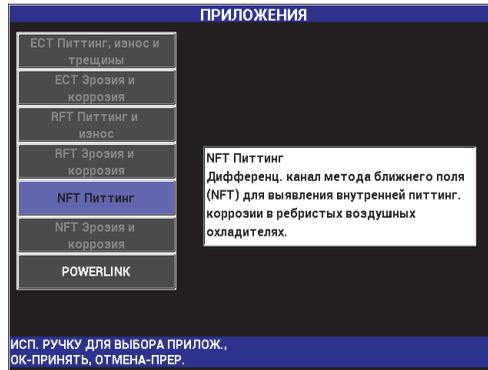

Рис. 5-225 Приложение NFT Питтинг
2. Выберите **ПРОДОЛЖ.** (нажмите клавишу A), чтобы открыть меню выбора приложений, затем с помощью ручки регулятора выберите **NFT Питтинг** и нажмите ✓ для принятия (см. Рис. 5-225 на стр. 302).